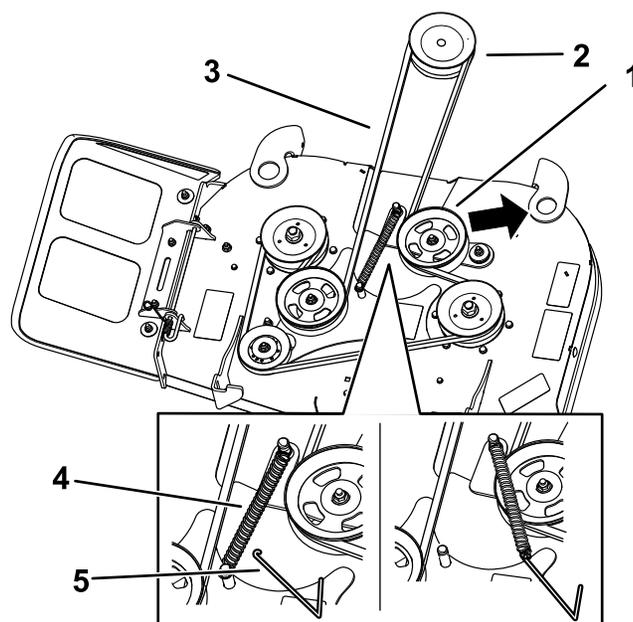
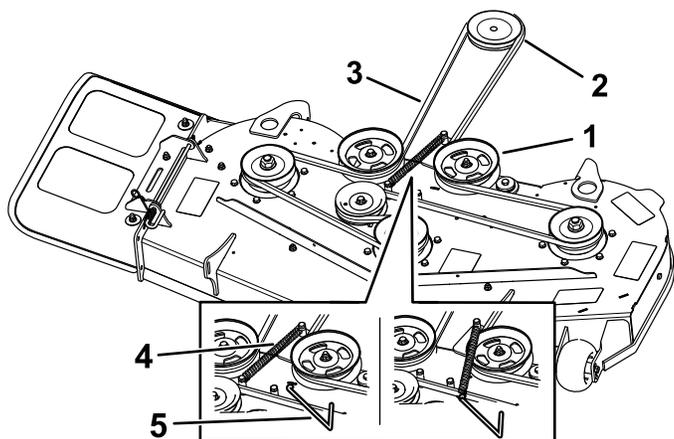

Figura 52
Figura 53
2. Vite (4)
5. Con un attrezzo rimuovi molle (n. cat. Toro 92-5771), rimuovete la molla di rinvio dal gancio del piatto per allentare la tensione sulla puleggia tendicinghia e togliete la cinghia dalle pulegge (Figura 52 o Figura 53).
6. Fate passare la nuova cinghia attorno alla puleggia della frizione e a quelle del tosaerba (Figura 52 o Figura 53).
7. Montate la molla di rinvio sul gancio del piatto (Figura 52 o Figura 53).